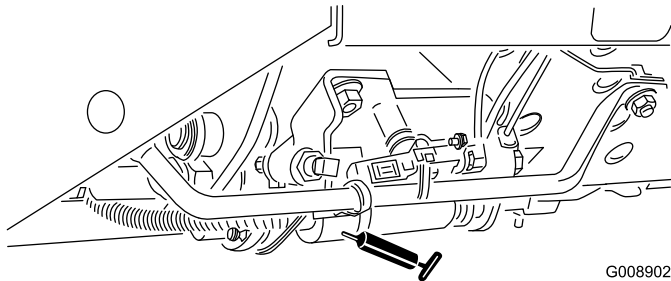

Figura 58
- Mando segar/transportar (Figura 58)